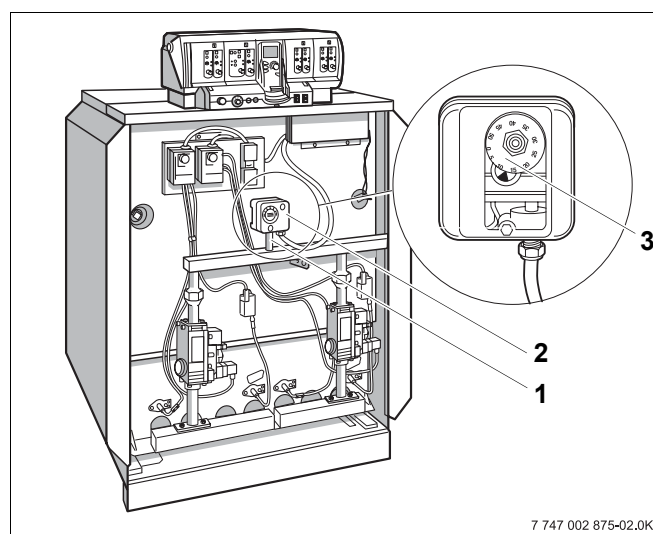

Рис. 47 Монтаж / переналадка реле контроля давления газа
- Установите звено трубопровода (входит в поставку деталей для перехода на другой вид газа) прямой стороной в трубу для подключения газа (рис. 47, **поз. 1**).
- Установите реле контроля давления газа (рис. 47, **поз. 2**) (входит в поставку деталей для перехода на другой вид газа) регулировочным диском вперед на уголок звена трубопровода.